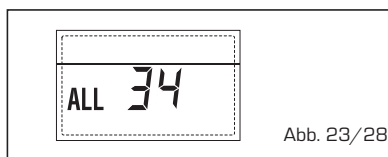

Abb. 23/28
- STÖRUNG KOMMUNIKATION KARTE RS-485 UND E KARTE RS-485 "ALL 35" (Abb. 23/29)